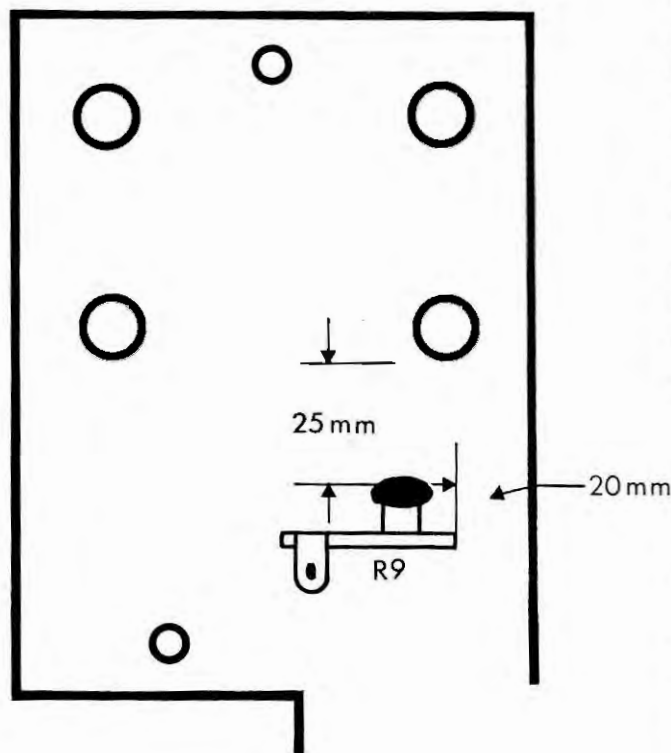

Figura 8
Ahora fije el potenciómetro de volumen, con doble interruptor (PV) de 500 k ohmios, logarítmico, en el taladro B. Repita la misma operación con el potenciómetro de tono (PT) de 500 k ohmios, lineal, en el taladro A. Haga lo mismo con el potenciómetro de contraste (PC) de 10 k ohmios, lineal, en el taladro C. Y con el de brillo (PB) de 200 k ohmios, lineal, en el D, debiendo dejar la posición de los terminales de los cuatro potenciómetros como indica la figura citada últimamente. Y para finalizar, suelde la regleta aislante R9, de 1 + 1 terminales en el punto X, a la medida aproximada del taladro del potenciómetro de brillo de 25 m/m y a 20 m/m del lateral del soporte, como indica la figura 8.